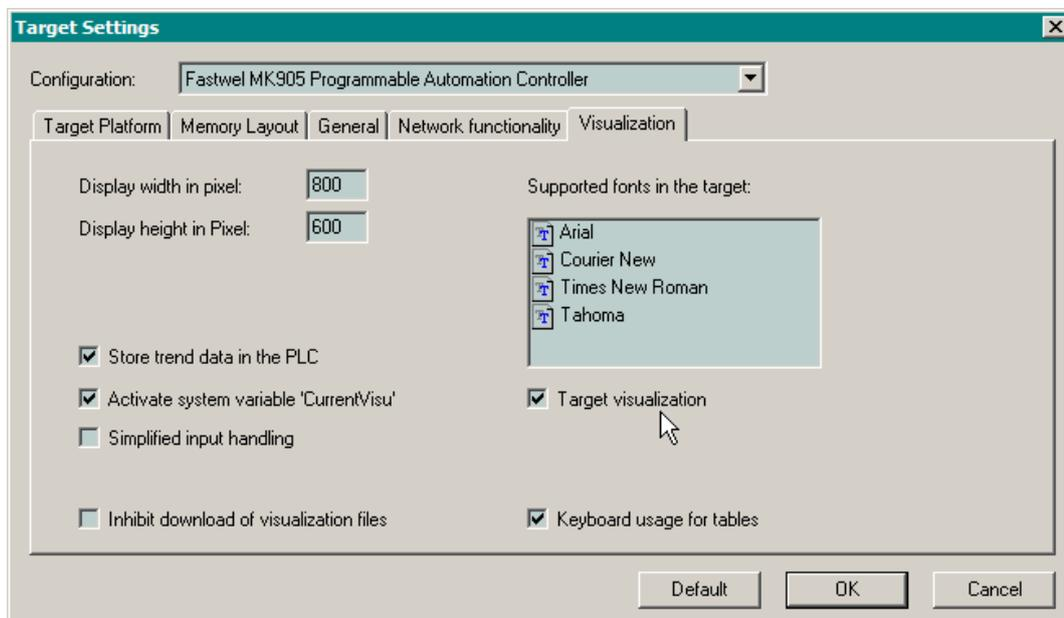

Рис. 56. Активизация функциональности целевой визуализации МК905
2. В появившейся диалоговой панели **Target Settings** щелкните на вкладке **Visualization** и отметьте флажок **Target visualization**, как показано на рис. 56. При необходимости использования архивации значений переменных, отображаемых элементом Тренд, следует также отметить флажок **Store trend data in PLC**.